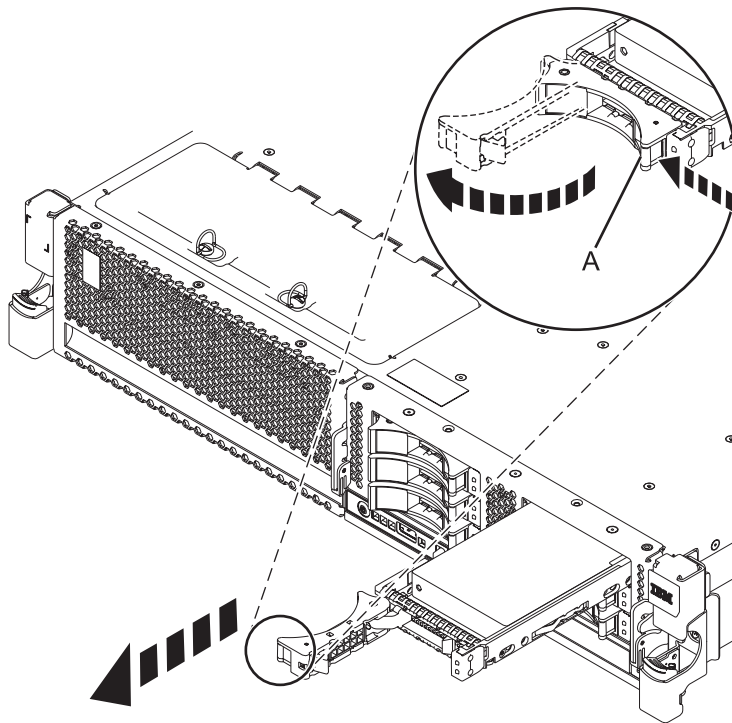

Figura 3. Removendo a unidade de disco do painel traseiro
- 2) Coloque uma mão sob a unidade de disco e, com cuidado, puxe a unidade para fora do sistema, conforme mostrado em Figura 3.